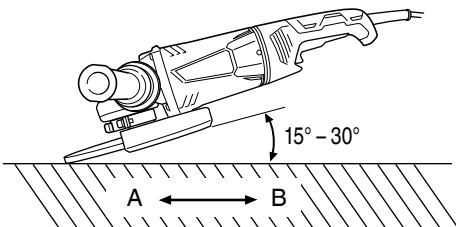

Fig. 4
- Utilice el ángulo de amoladura apropiado. Realice la operación de amoladura con el borde de la rueda levantando la amoladora de 15° a 30°, como se muestra en la Fig. 4.
- Mueva la amoladora en el sentido apropiado. Cuando utilice una rueda de disco abombado nueva en el sentido A (Fig. 4), el borde de la rueda puede cortar la pieza de trabajo. En este caso, realice la operación de amoladura en el sentido B (Fig. 4). Cuando se haya gastado el borde de la rueda, la pieza de trabajo podrá amolarse en ambos sentidos.